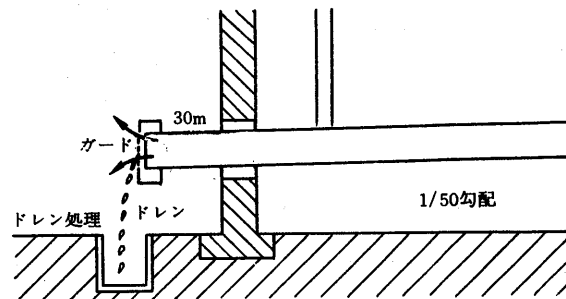

図54
(II) 集合ダクトには、必ず、勾配をつけて、ドレンが、自然に流れるようにすること。最小1/50勾配が必要である。〈図54〉